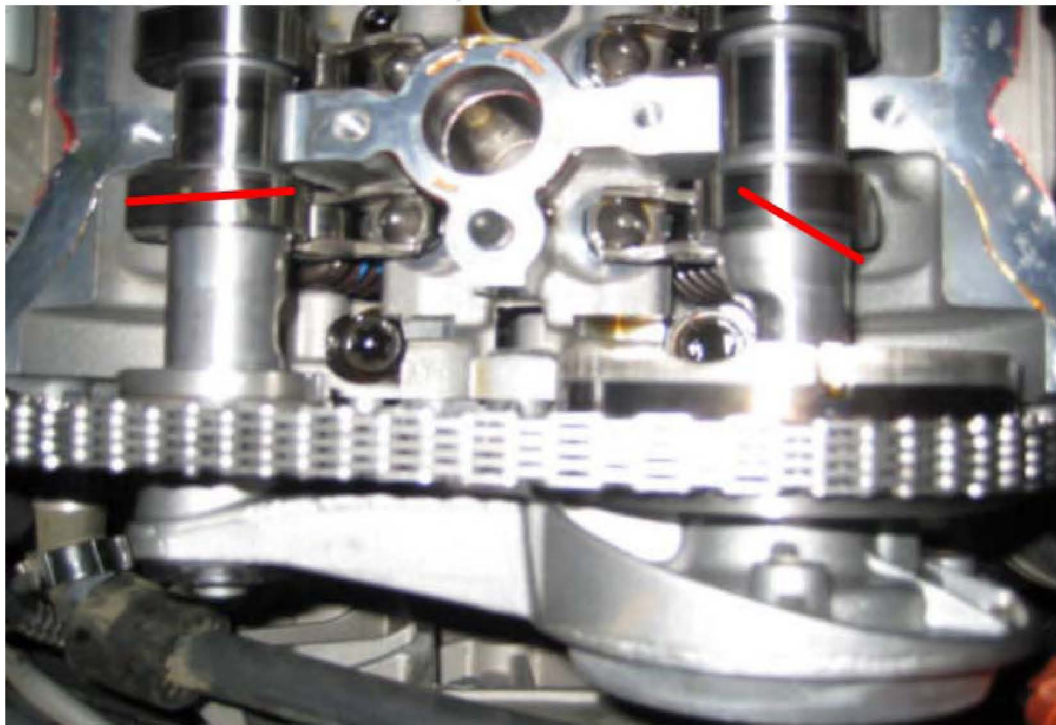
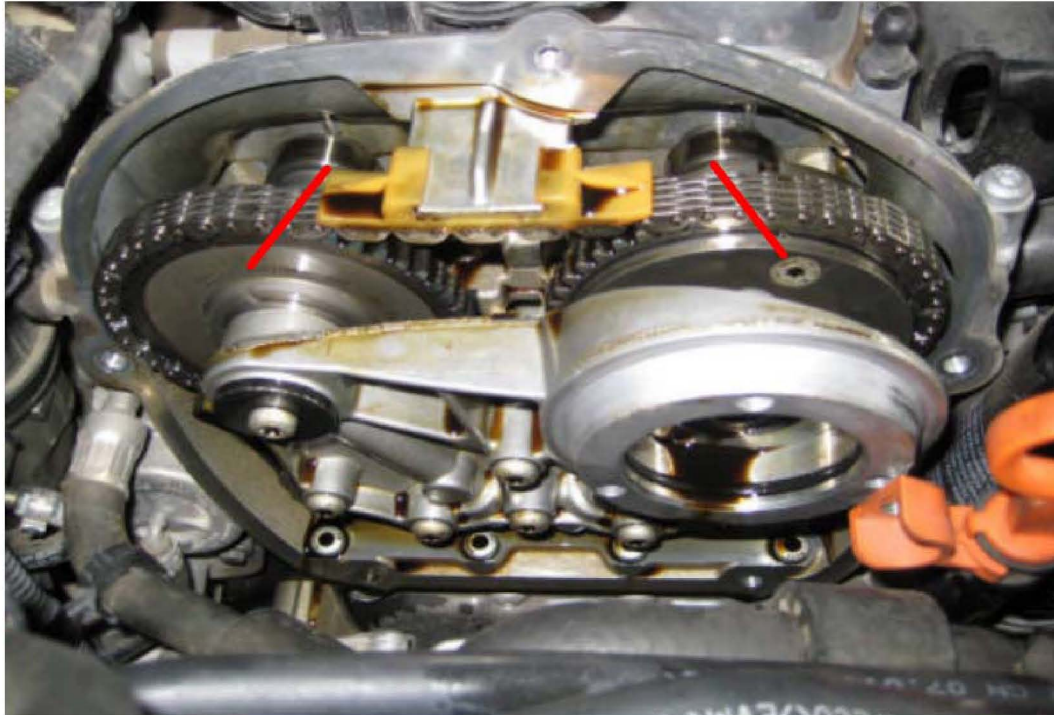

图 5：故障车第一缸进排气凸轮不能形成“八”字
图 6：同类型商品车第一缸进排气凸轮能形成“八”字
- 3). 即在第一缸上止点时，同类型商品车的第一缸进、排气凸轮（俗称“桃子”）能够形成一个标准的“八”字，而故障车则不能。（图 5，故障车第一缸进排气凸轮不能形成“八”字；图 6，正常车能形成标准的“八”字）